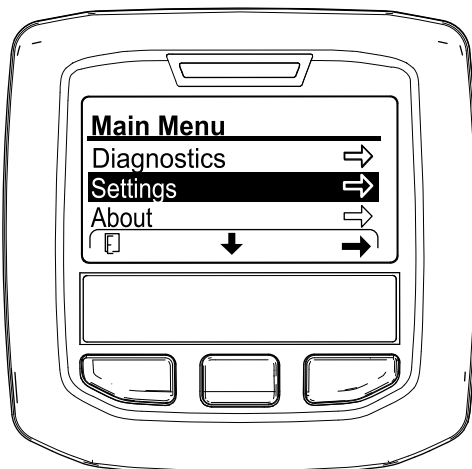

Bild 122
2. Rufen Sie im InfoCenter das HAUPTMENÜ auf (Bild 122).